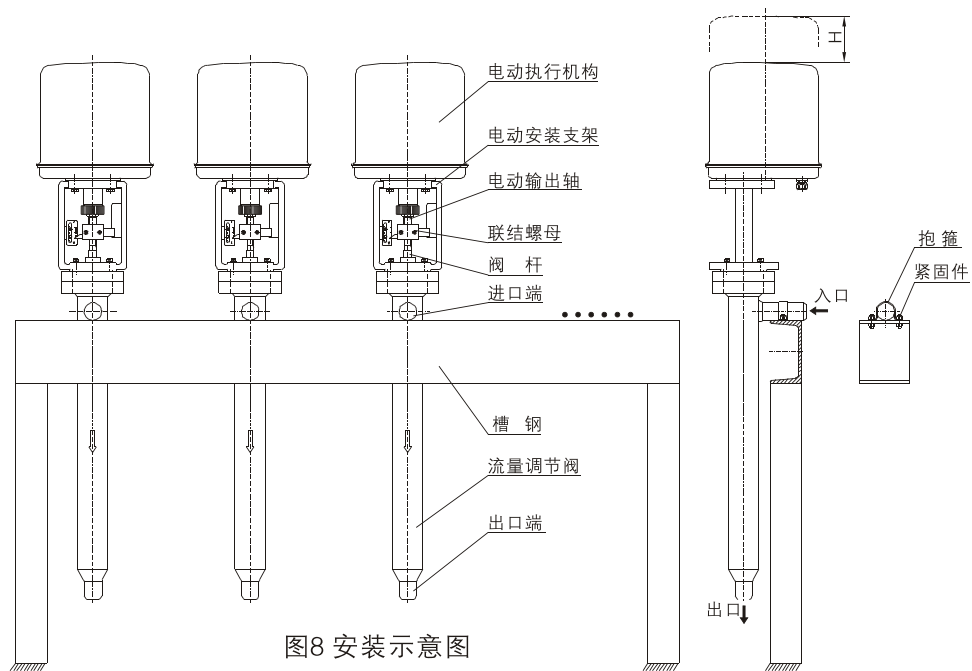

图8 安装示意图
- 7.2.1 如图8所示，流量控制器进口端架在槽钢上，与管道焊接或与配对法兰固定连接后，再用抱箍紧固件与槽钢固定。